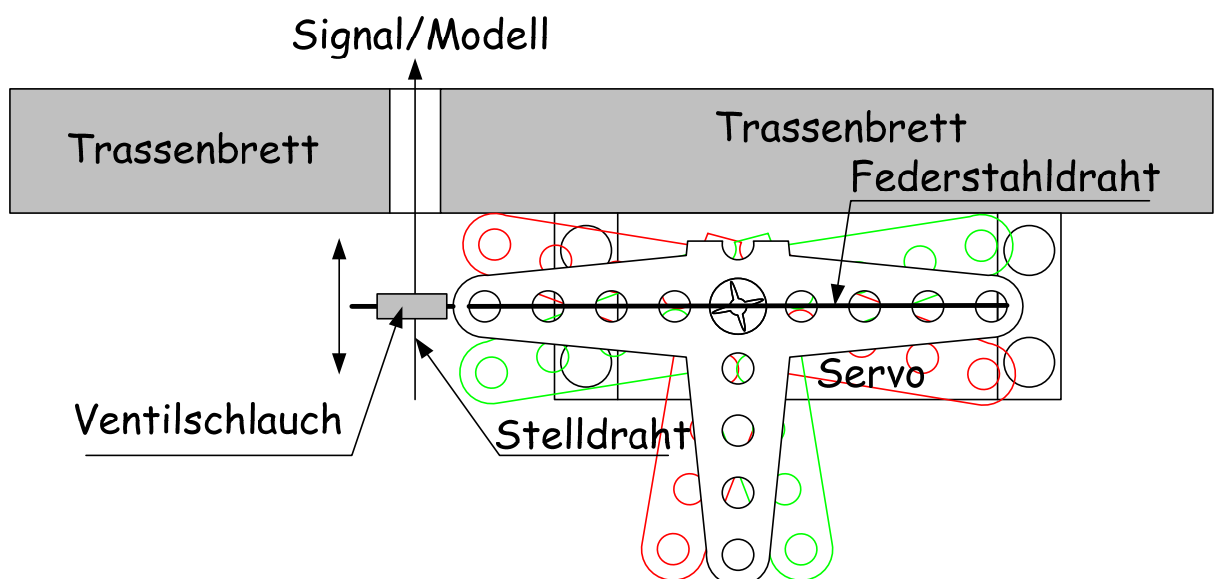

Abbildung 6 – Montage des Servoantriebs unter einem Signal
**Formsignale:** Funktionsmodelle wie Signale werden oft über vertikale Stelldrähte bewegt. Mit der in Abbildung 6 gezeigten Anordnung kann das Servo auch die vertikale Bewegung eines Stahldrahtes ausführen. Um die auftretenden Kräfte zu begrenzen und damit das Modell zu schützen, wird eine Gummikupplung eingebaut. Das kann z.B. ein ca. 5 mm langes Stück Ventilschlauch sein, durch das der Stelldraht quer gesteckt wird. Das Servo wird mit seinem Federstahldraht längs in den Schlauch gesteckt. Beim Einbauen ist die Lage des Servos von Bedeutung. Die gezeichnete Anordnung passt z.B. zu Viessmann Formsignalen, bei dem